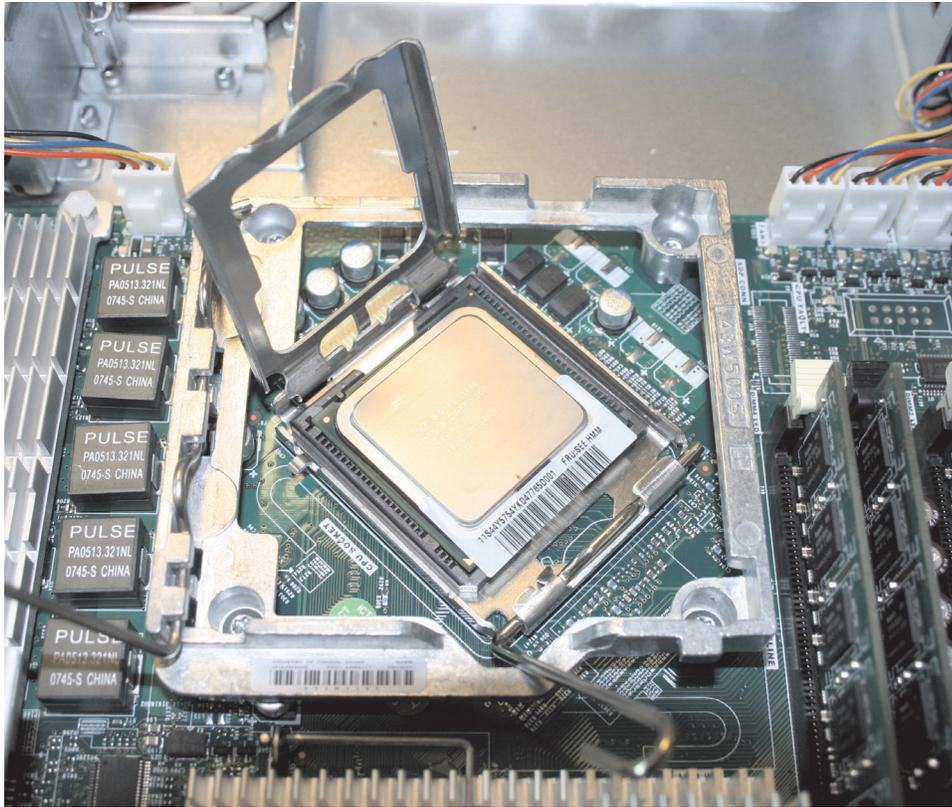

図 291. SAN ポリユーム・コントローラー 2145-8A4 マイクロプロセッサ・ブラケット・フレームが完全に開いた状態
2. マイクロプロセッサ保持モジュールを、340 ページの図 291 に示した向きに合わせて置きます。